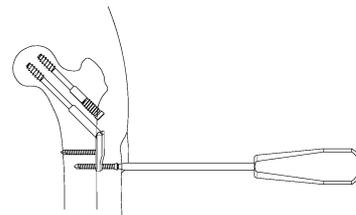
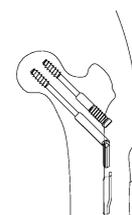

図 1
図 2
- ** 1) 骨幹部スクリューを、5.0CS ドライバーにて取り外し（図 1）、その後プレートを取り外します。（図 2）